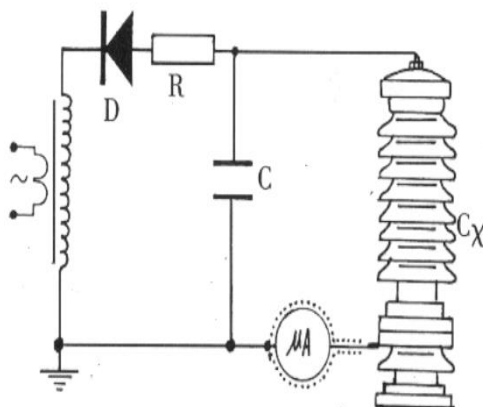

图 7 微安表接入试品 CX 底部的接线图
3. 对氧化锌、磁吹避雷器等试品接地端可拆开的情况下，也可采用在试品的底部(地电位侧)串入电流表进行测量的方式，如图 7 所示。